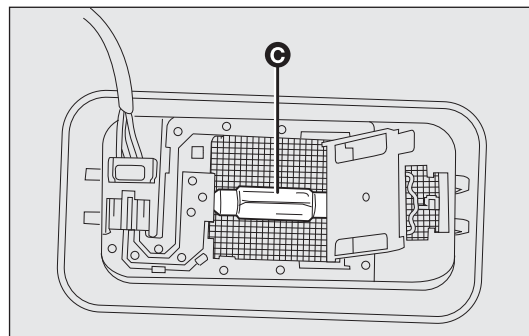

рис. 165
- заменить лампу С рис. 165, освободив ее из боковых контактов, вставить новую лампу и убедиться, что она хорошо закреплена в контактах;